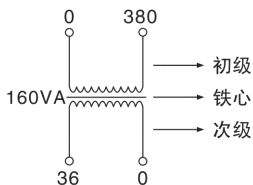
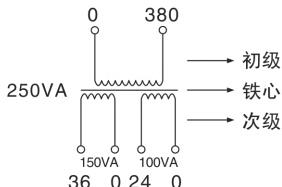
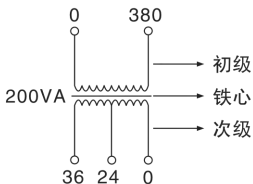
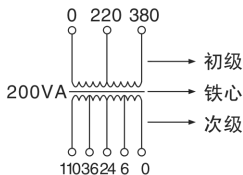

图1 单独绕组
图2 分立绕组
图3 混合绕组
图4 连续式中间带抽头绕组
3.2.2 本系列变压器的线圈，当初次级只有一个绕组时，可担负全部额定的容量；若有多个绕组时，则按各绕组应能承担给定的容量；但各绕组的容量之和不得超过总容量，见图1、图2、图3、图4。
3.2.3.1 例如图1，CDJBK-160型容量160VA，输入电压380V，输出电压36V。因为初、次级都只有一个绕组，所以它可以担负全部容量160VA。
3.2.3.2 例如图2，CDJBK-250型，容量250VA，输入电压380V，输出电压36V、150VA和24V、100VA。因为图中初级只有一个绕组，所以它所承担的容量是额定容量250VA，次级有两个分开的单独绕组，而且各绕组容量已标明，所以它们各自承担容量，但总量之和250VA。
3.2.3.3 例如图3，CDJBK - 200型，容量200VA，输入电压380V，输出电压36V、24V。因为图中初级只有一个绕组，所以它所承担的容量是额定容量200VA。次级绕组有中间抽头，所以次级的最高电压36V单独使用时，才能带200VA的负载。24V则不能带200VA的负载，只能带133VA的负载，因为次级总电流 $I_2 = \frac{P_e}{U_2} = \frac{200VA}{36V} = 5.55 A$ ，所以单独使用24V时的容量 = $24V \times 5.55A = 133VA$ 。同时使用36V、24V时，其电流之和不能大于5.55A。总之，无论输出电压是单独使用或两组同时使用，其负载电流之和不能超过变压器的额定电流。
3.2.3.4 例如图4，CDJBK - 200型，容量200VA，输入电压380V、220V，输出电压110V、36V、24V、6V。从图4中我们看出：初、次级绕组中都有中间抽头。初级的最大使用电流 $I_1 = \frac{P_e}{U_2} = \frac{200VA}{380V} = 0.526 A$ ，所以无论使用220V或是380V时，其电流不能超过0.526A；即使用380V时，该变压器的容量是200VA，使用220V时，该变压器的最大容量是： $\frac{200VA}{380V} \times 220V = 116VA$ ，所以这时200VA的变压器则成了116VA的变压器了，同时次级容量也随之减小到116VA，次级的最大使用电流取决于初级的使用情况，如果初级接380V的电压上，此时的变压器应是200VA，所以次级电流应为 $I_2 = \frac{P_e}{U_2} = \frac{200VA}{110V} = 1.8 A$ 。
6.1 购买前，先估算好您所使用的电器总容量，参考图1 - 图4的结构，选用留有一定容量的变压器，确保瞬时启动时不烧坏变压器。
7.1 变压器的型号、规格、容量、初级和次级电压及次级电压的容量分配或参考图1 - 图4的举例来选择适合您自己的产品。